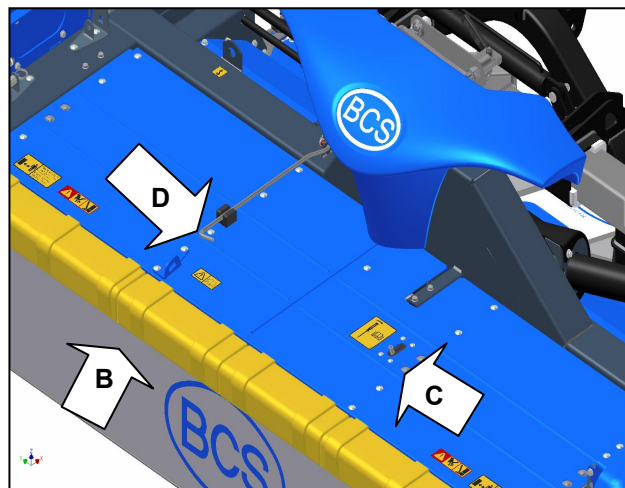

Fig.12a
- Per accedere alla barra, ai dischi e ai coltelli o per verificare i rulli, occorre alzare la protezione superiore **B** (fig. 12a pag.21) inserendo un cacciavite in **C** e agganciando l'asta di sicurezza **D**.